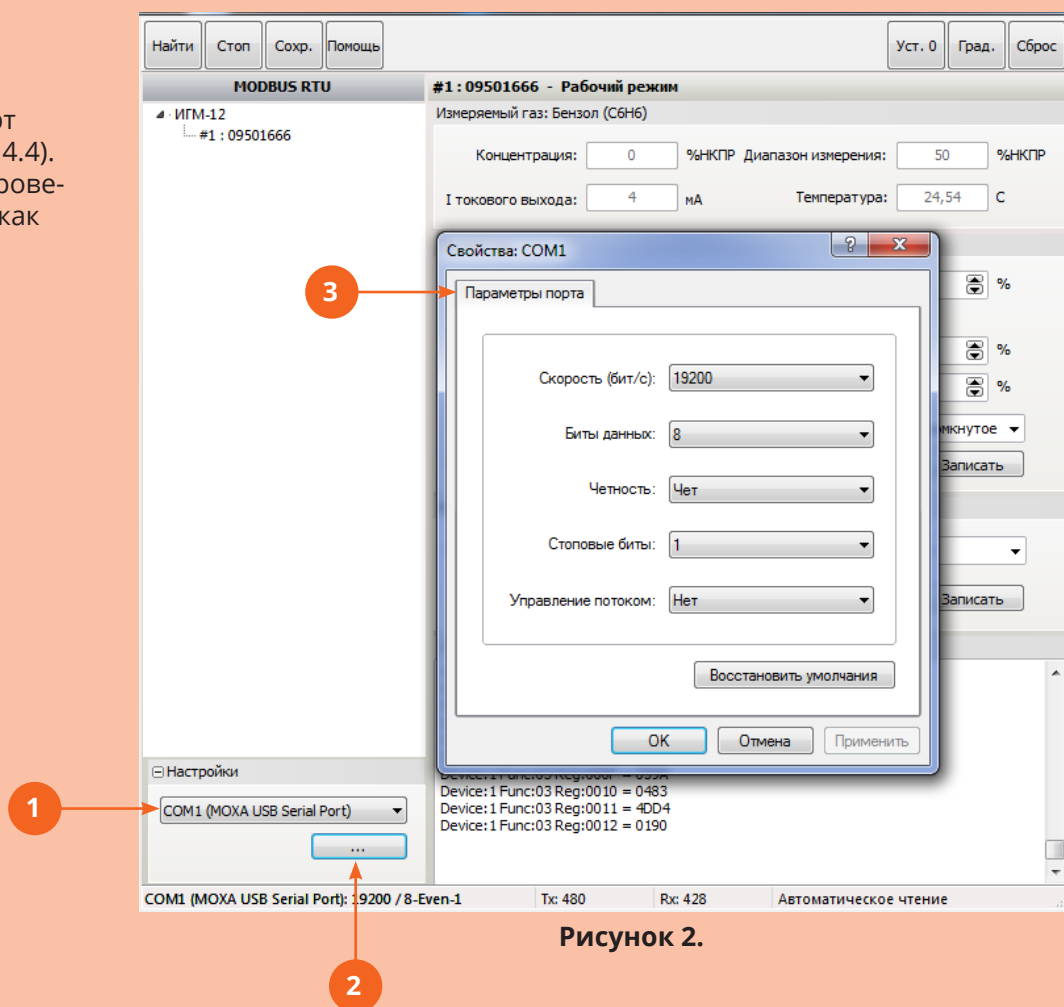

Рисунок 2.
5.2. Выбрать **1** COM-порт преобразователя (см. п. 4.4). Нажать на кнопку **2** и проверить его параметры **3**, как показано на рис. 2.